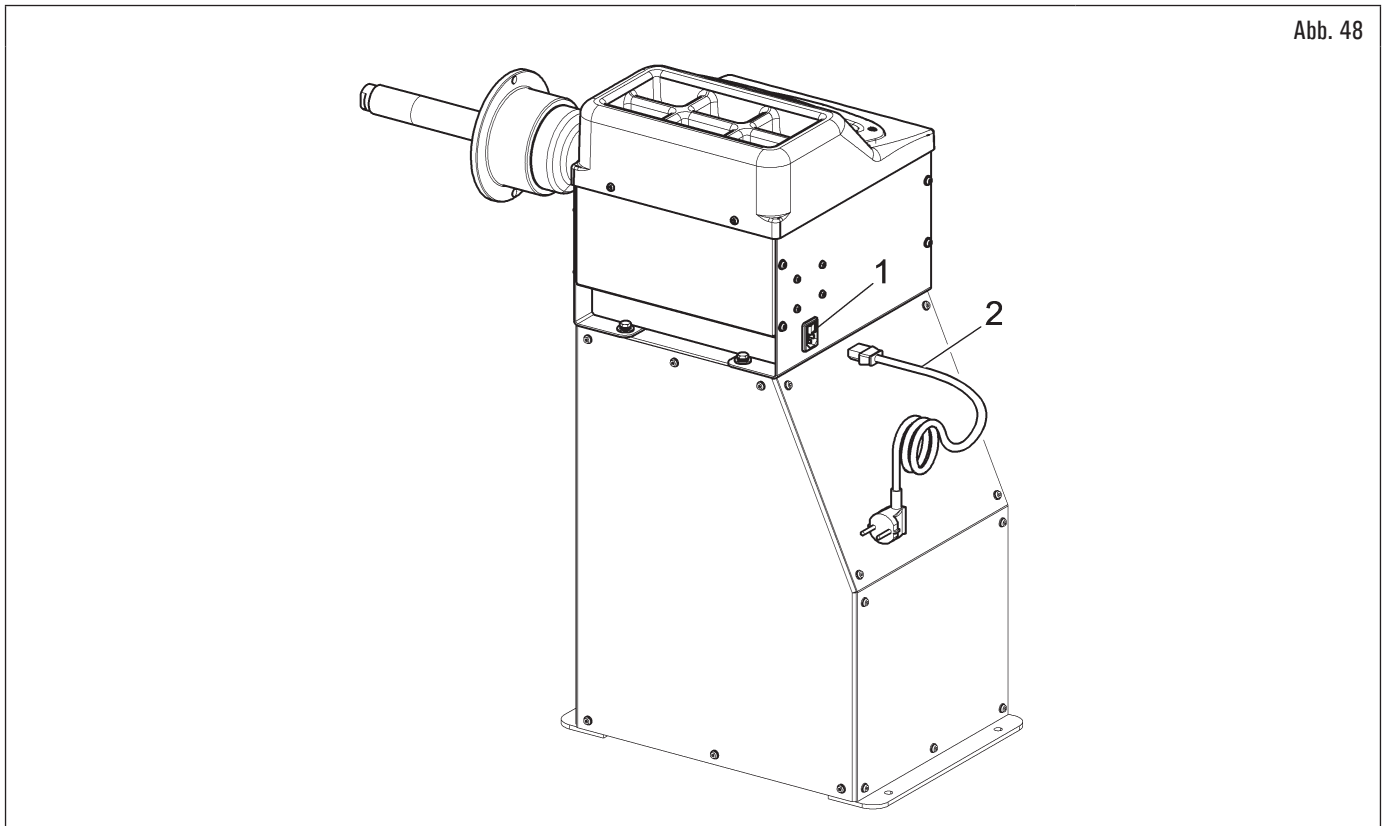

Abb. 48
- den Schalter (Abb. 48 Pkt. 1) auf OFF positionieren (0);
- das Speisekabel (Abb. 48 Pkt. 2) an das 230V Versorgungsnetz anschließen (im Lieferumfang des Geräts enthalten).
An diesem Punkt, das Gerät mit dem Schalter speisen (Abb. 48 Pkt. 1), dabei auf ON positionieren (I).